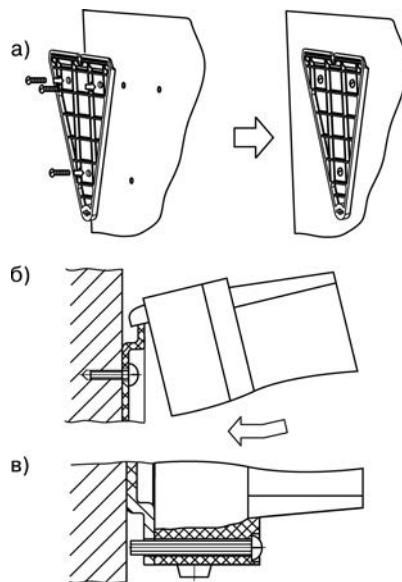

Рисунок 7.1 – Установка прибора настенного крепления
- 1) Закрепите кронштейн тремя винтами M4 на поверхности, предназначеннной для установки прибора (см. Приложение А и рисунок 7.1, а).
- 2) Зацепите крепежный уголок на задней стенке прибора за верхнюю кромку кронштейна (рисунок 7.1, б).
- 3) Прикрепите прибор к кронштейну винтом M4 × 35 из комплекта поставки (рисунок 7.1, в).